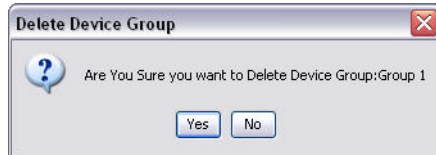

FIG. 97
- c. Utilice el ratón para seleccionar nuevamente la carpeta Grupo en la sección Sistema Matrix de la pantalla. Haga clic en el botón Eliminar grupo. Aparecerá el aviso Eliminar grupo de dispositivos que le preguntará si está seguro de que desea eliminar el Grupo de dispositivos: llamado "X" (en la FIG. 97 que se encuentra a continuación, la carpeta se llama Grupo 1). Haga clic en la opción Sí para eliminar la carpeta Grupo o No si no desea eliminarla.